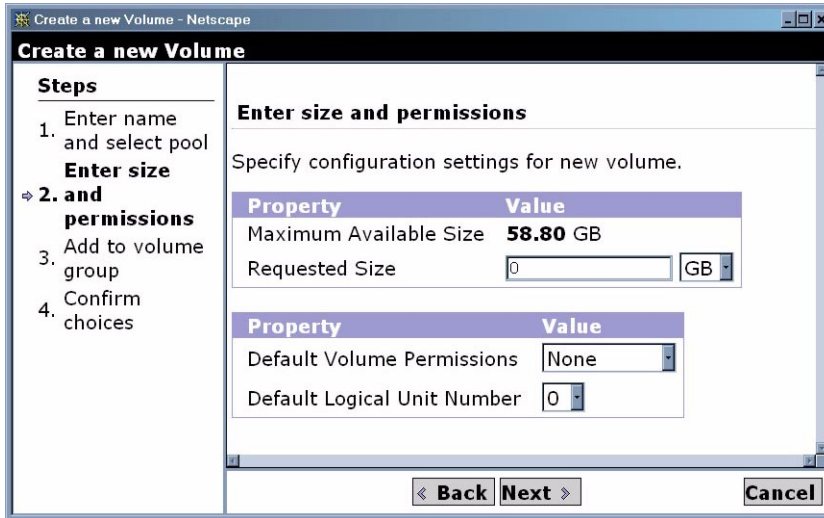

図 6-22 ボリュームの新規作成ウィザード - 「サイズ、アクセス権、LUN」 ページ
10. 作成するボリュームからプールを選択します。「次へ」をクリックすると、図 6-22 に示すような「サイズとアクセス権を入力」ページが表示されます。